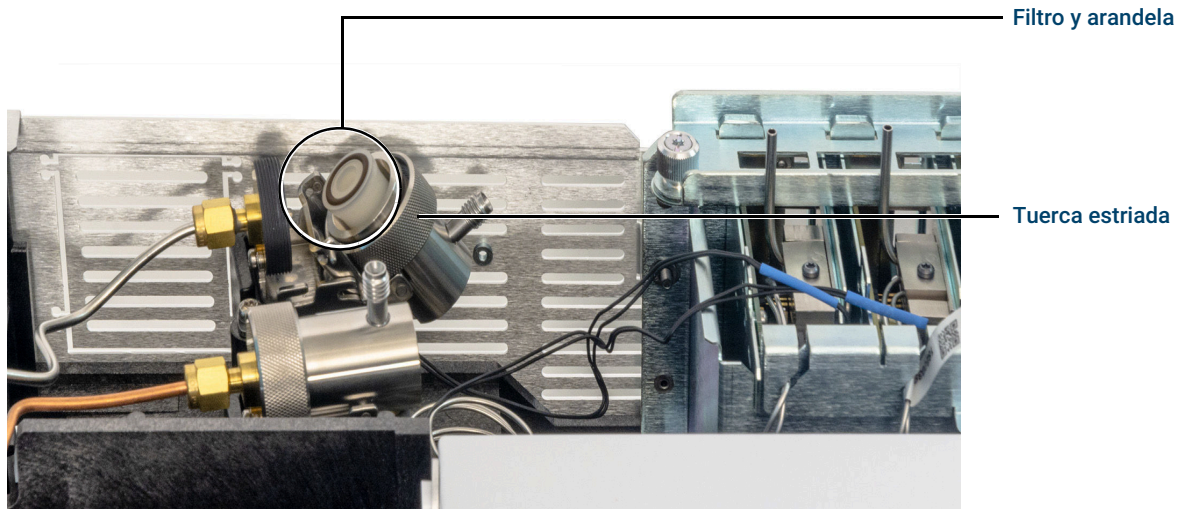

Figura 8. Deslice el conjunto de la trampa para dejar al descubierto el filtro
5. Incline el conjunto de la trampa de purga del split hacia atrás hasta que se detenga, exponiendo así el filtro. Consulte la Figura 8.